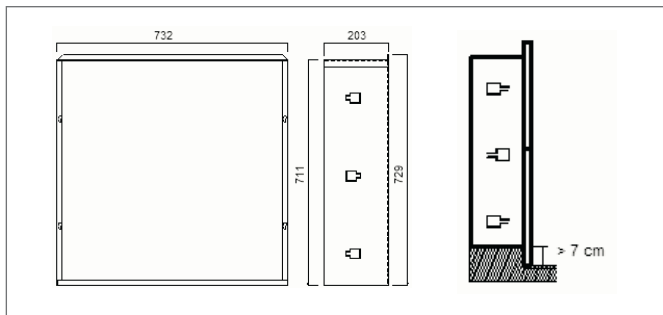

Fig. 4-1: Dimensiones del marco y distancia al suelo
- La distancia entre el canto inferior del marco de montaje y la superficie del pavimento debe ser de, como mínimo, 7 cm (véase la fig. 4-1). Si va a instalar el cierre hidráulico (sifón) debajo del deshumidificador, dicha distancia deberá ser de mínimo 30 cm.